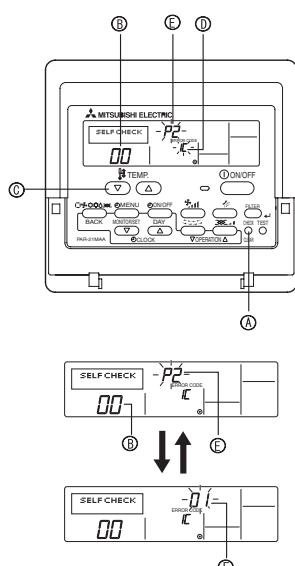

Fig. 7-3
7.3.1. Para el controlador remoto cableado (Fig. 7-3)
- ① Encienda el aparato.
- ② Pulse el botón [CHECK] dos veces.
- ③ Ajuste la dirección del refrigerante mediante el botón [TEMP] si utiliza un control de sistema.
- ④ Pulse el botón [ON/OFF] para terminar el autotest.
- (A) Botón CHECK